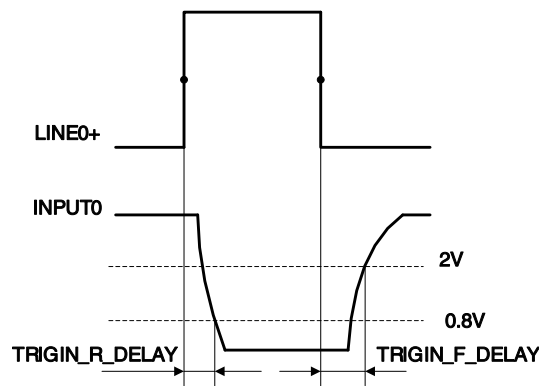

图 7-4 光耦隔离输入电路参数
- 上升沿延时时间:  $<50\mu\text{s}$ ( $0^{\circ}\text{C}\sim 45^{\circ}\text{C}$ ), 参数说明见图 7-4
- 下降沿延时时间:  $<50\mu\text{s}$ ( $0^{\circ}\text{C}\sim 45^{\circ}\text{C}$ ), 参数说明见图 7-4
- 输入上升沿延时： $<2\mu\text{s}$  ( $0^{\circ}\text{C}\sim 45^{\circ}\text{C}$ )，参数说明见图 7-4
- 输入下降沿延时： $<2\mu\text{s}$  ( $0^{\circ}\text{C}\sim 45^{\circ}\text{C}$ )，参数说明见图 7-4